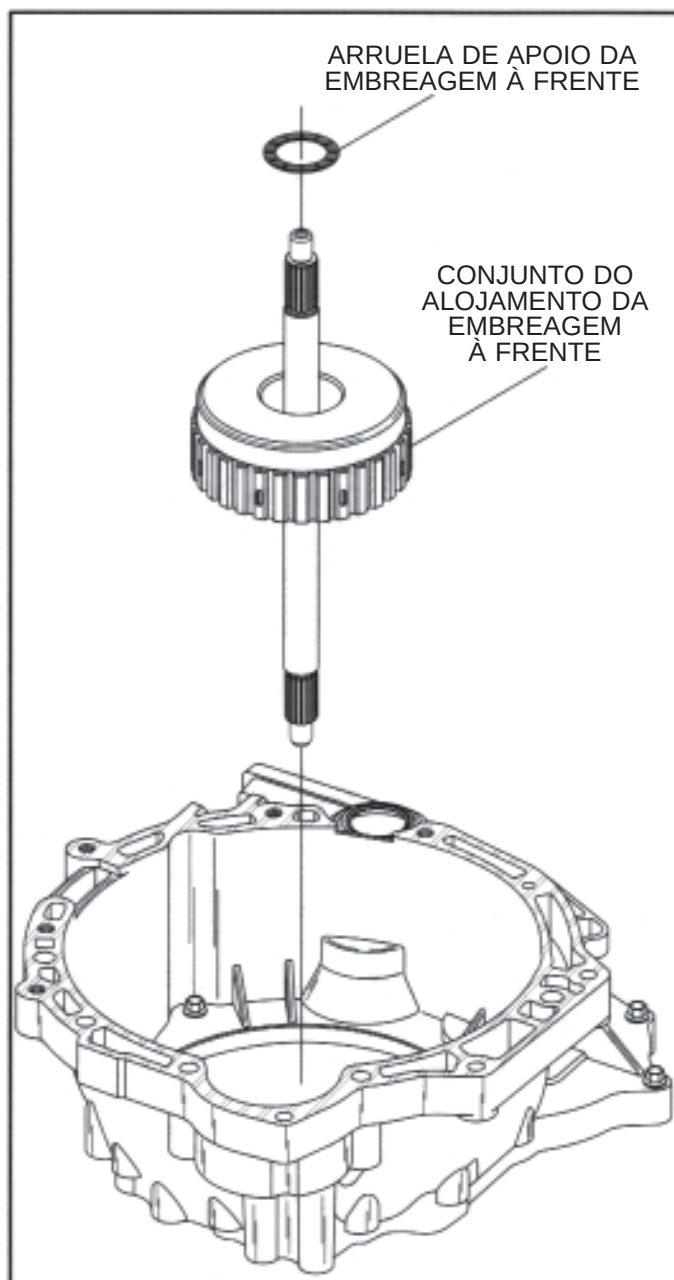

Figura 22
4. Remova o alojamento do conjunto da embreagem à frente e a arruela de apoio da bomba de óleo, puxando-a para, conforme ilustrado na Figura 22.